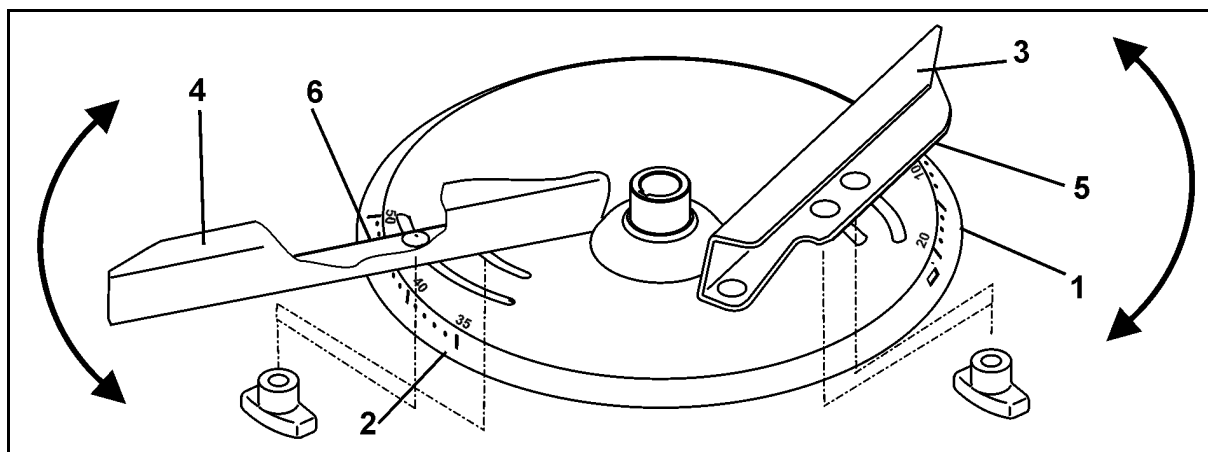

Fig. 54
Per la regolazione esatta, senza utensili, delle singole regolazioni della pala di distribuzione del concime, ogni disco spargitore dispone di due scale diverse, inconfondibili (Fig. 54/1 e Fig. 54/2).
- Alla pala di distribuzione più corta (Fig. 54/3) è associata la scala (Fig. 54/1) con i valori compresi fra 5 e 28 e alla pala di distribuzione più lunga (Fig. 54/4) la scala (Fig. 54/2) con i valori da 35 a 55.
- o Rilevare il valore di regolazione della pala di distribuzione corta (Fig. 54/3) sull'angolo di lettura (Fig. 54/5).
- o Rilevare il valore di regolazione della pala di distribuzione lunga (Fig. 54/4) sull'angolo di lettura (Fig. 54/6).
- La rotazione delle pale di distribuzione del concime ad un valore numerico superiore della scala (Fig. 54/1 o Fig. 54/2) provoca un aumento della larghezza di lavoro.